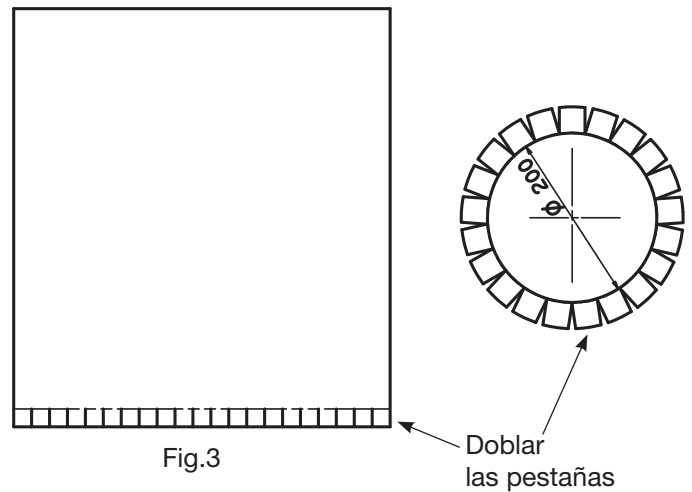

Fig.3
- Doblar las pestañas de la hoja de plástico suministrado (fig.3).